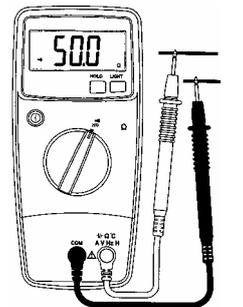

Рисунок 12
- 4.16.2 Установите поворотный переключатель в положение "•1)" (см. рис. 12).